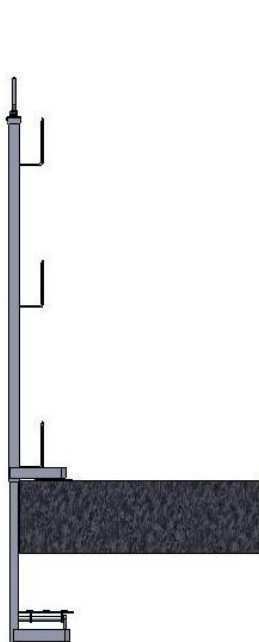
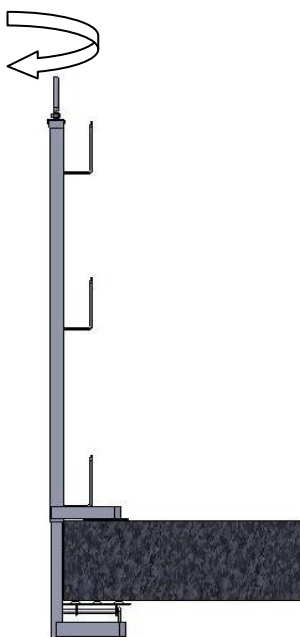
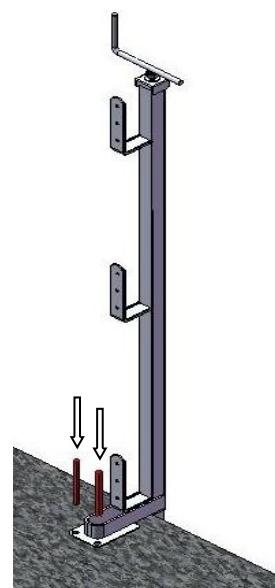

fig.5
fig.6
fig.7
### Montaggio (fig. 5 – 6 – 7 – 8)
- Utilizzando una piattaforma di lavoro in sicurezza, posizionare un primo montante accostandolo al bordo (fig. 5 a pag. 9) del manufatto (**N.B.: il montante deve essere posizionato il più vicino possibile al manufatto**), quindi ruotare la maniglia (fig. 6 a pag. 9) in senso orario per consentire la presa della morsa alla soletta. Avvitare la maniglia fino ad assicurare il massimo serraggio (coppia di serraggio applicata nelle prove per certificazione: 30 N.m);
- Creare due buchi sulla soletta in corrispondenza dei fori della piastra sulla parte superiore della morsa (fig. 7 a pag. 9) ed inserirci i rispettivi tasselli. I tasselli vanno scelti in base alla tipologia e alla consistenza della soletta e ai carichi riportati nella fig. 5 a pag. 4. Il tutto serve per aiutare il montante a mantenere la sua posizione in caso di eventuale urto e in caso di condizioni meteorologiche particolari (p.es. forte vento);